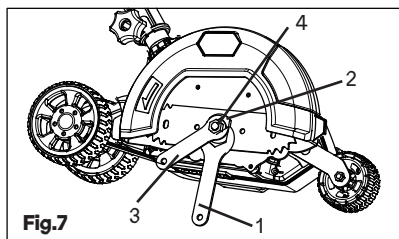

Fig.7
3. Utilisez une clé (1) pour maintenir la bride extérieure (2) en place et une deuxième clé (3) pour desserrer l'écrou de bride (4) (voir Fig. 7).